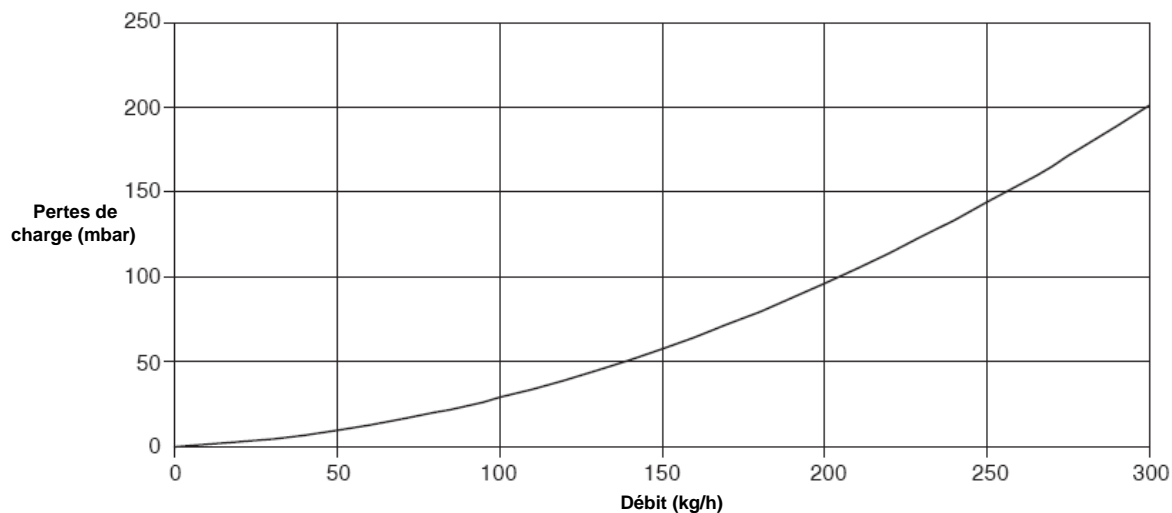

Figure 1 - Pertes de charge des capteurs SCHÜCOSOL KS, KS1 et K-S.2.
- pertes de charge : Cf. figure 1
Le coffre des capteurs (Cf. figure 1) est composé :